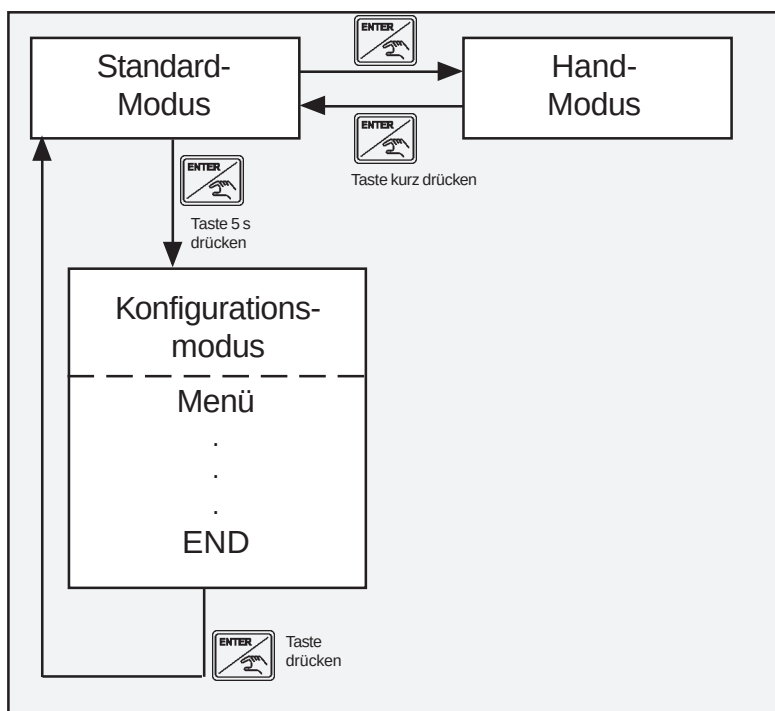

Bild 6: Umschalten zwischen den Betriebsmodi
- Der Wechsel in die anderen Modi ist mit den in Bild 6 gezeigten Aktionen möglich.